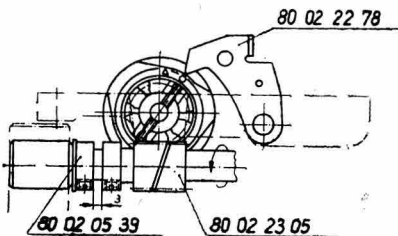

Fig. 3
- 2.3. Insérer ensuite la commande centrale tout en observant que le levier tâteur arrière présente une position au niveau du repère circulaire "o" prévu sur la face du bloc de cames (voir la fig. 3).